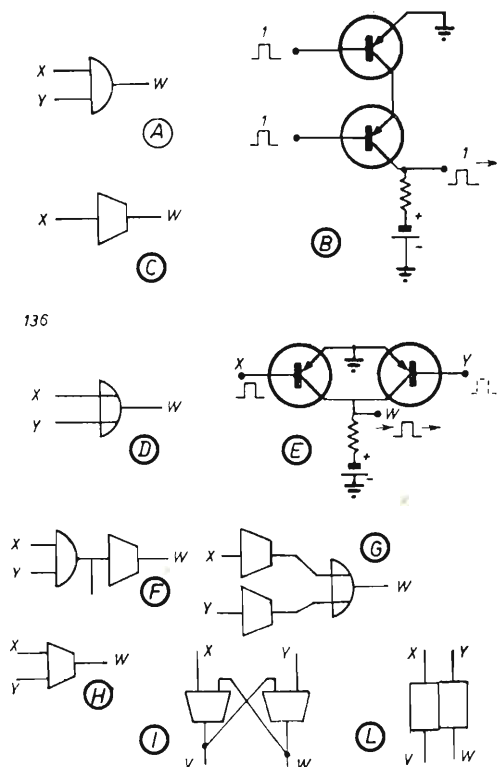

Fig. 136
Nel modulo logico di fig. 136 A (circuitto reale fig. 136 B), si hanno due ingressi : X - Y e l'uscita W.
Col modulo OR (fig. 136 D) — uno dei tanti circuiti reali in figura 136 E); abbiamo un'uscita logica in W quando ad **almeno uno** dei suoi ingressi è presente il segnale.
Nei circuiti logici di dianzi, l'uscita dipende esclusivamente dall'essere presente o assente il segnale ingresso. Collegando due NOR come in fig. 136 I) si ottiene una combinazione che « si ricorda » del segnale comparso all'ingresso per un breve istante. Il simbolo della memoria è in figura 136 L: l'ingresso X è detto « di predisposizione », l'ingresso Y « di ripristino ».
3) PNP innescato illumina la lampada e fornisce il potenziale di tenuta a NPN; basta così un brevissimo impulso ad eccitare lo SCS ed a mantenerlo in conduzione. Esso si comporta insomma come la memoria di fig. 136 L.